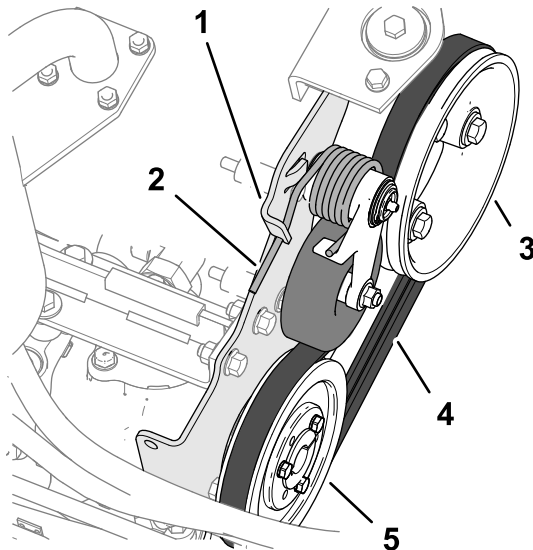

Bild 79
2. Drücken Sie das Ende der Riemenspannfeder nach unten und aus der Kerbe in der Lasche der Pumpenhalterung heraus, und schieben Sie das Federende nach vorne (Bild 79).